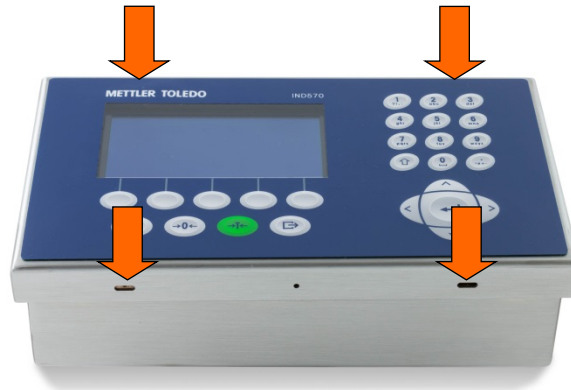

Figura 2-7: Aggancio dei quattro fermi elastici
2. Con il coperchio in posizione e correttamente allineato, premere in modo sicuro sui bordi anteriore e posteriore sulle posizioni mostrate in Figura 2-7 finché quattro clic distinti indicheranno che ciascuno dei quattro fermi elastici sia agganciato.